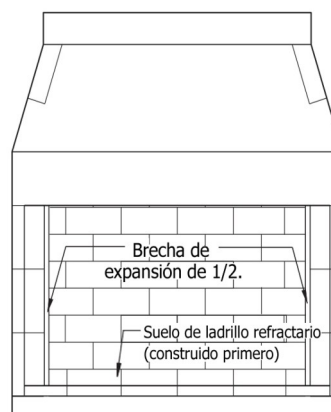

FIGURA 65
4. Luego, ponga el ladrillo refractario en la pared trasera de la unidad. El ladrillo refractario de la pared posterior cubre el espacio de expansión de 1/2" que queda en el suelo de ladrillo a lo largo de la pared posterior del hogar (Figura 65).